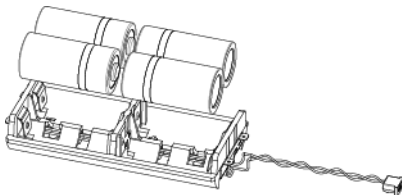

Figura 11
3. Inserte las nuevas pilas teniendo en cuenta la polaridad (*ver la Figura 11*).